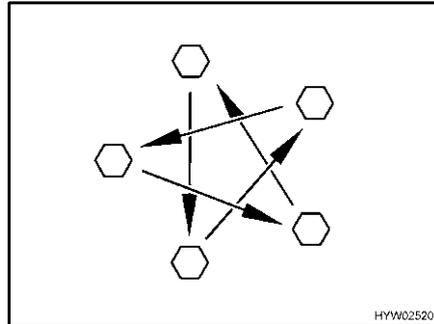

Fig. 183 Apretar las tuercas o los tornillos de las ruedas en forma de cruz
- Comprobar periódicamente que las tuercas o tornillos de las ruedas estén firmemente apretados. Reajustar en forma de cruz (Fig. 183) las tuercas o tornillos después de cambiar una rueda, al cabo de 50 km. Par de apriete, véase apartado 13.5.2.
- ▷ Apretar en forma de cruz las tuercas o los tornillos de las ruedas (Fig. 183).